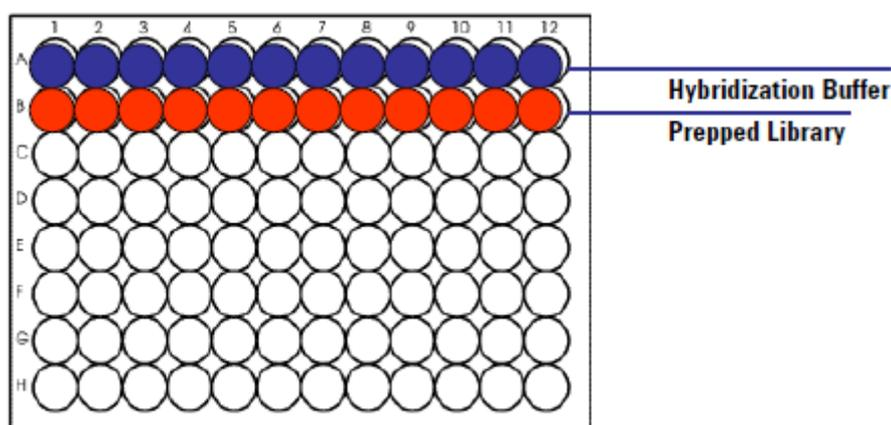

図 6 青:ハイブリダイゼーションバッファ (12 サンプルをキャプチャするためにセットした例)
- PCR プレート を 65°C に保った状態で、3 で調製したハイブリダイゼーションバッファをそれぞれ 40 uL ずつ、キャプチャするサンプル数の分、PCR プレートの "A" のカラムに入れます。サンプルの数のウエルが、40 uL のハイブリダイゼーションバッファを加えられることとなります。下の図 6 は、12 サンプル分の例を示しています。